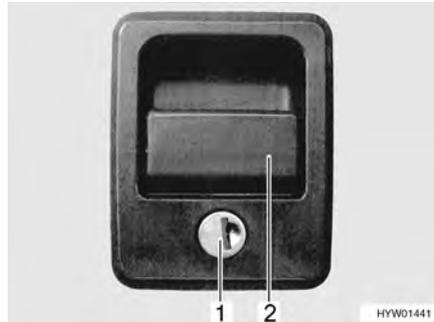

Fig. 36 Serrure du portillon avec poignée
- Insérer la clé dans le barillet (Fig. 36,1) et la tourner d'un quart de tour. La serrure du portillon est déverrouillée.
- Tirer sur la poignée de la serrure (Fig. 36,2). Le portillon extérieur est ouvert.